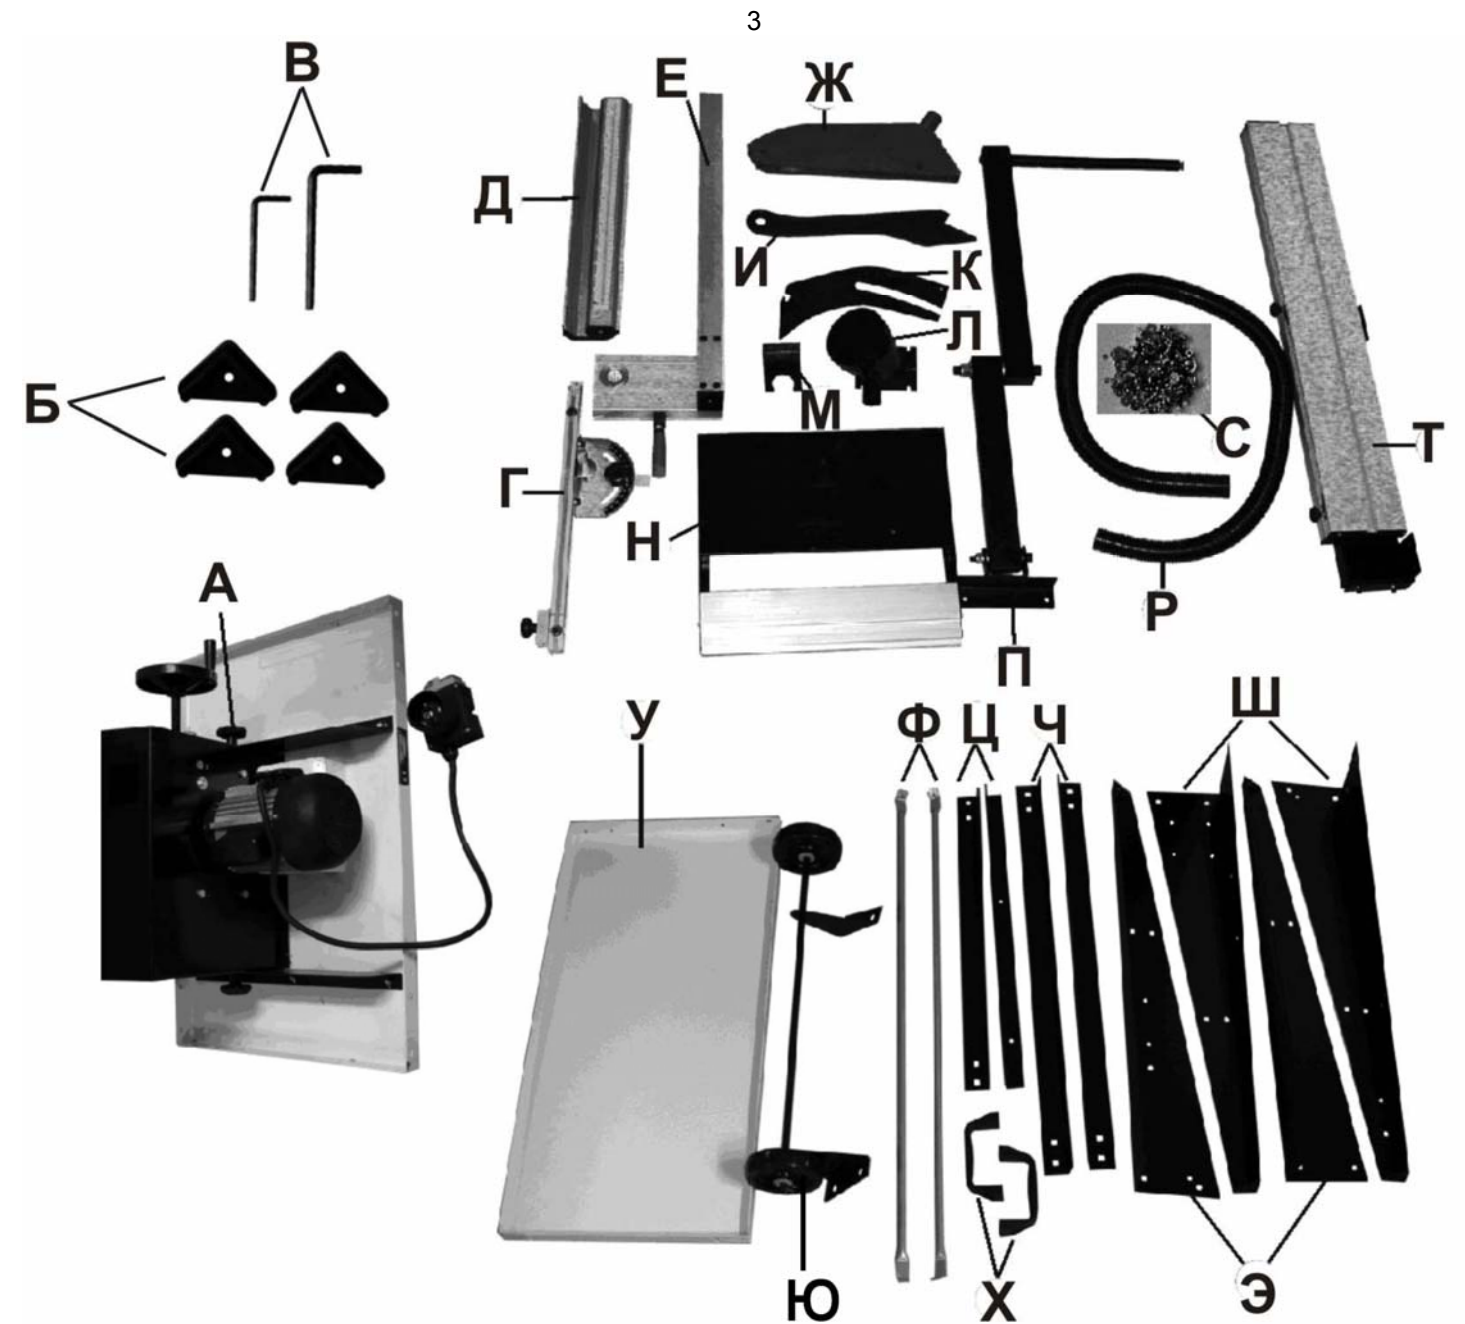

Рис. 1
3.1. В комплект поставки входит Рис.1: